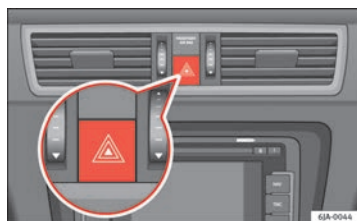

Fig. 59 Painel de instrumentos: interruptor das luzes de emergência
- As luzes de emergência ligam-se e desligam-se ao pressionar o botão ⇒ Fig. 59.